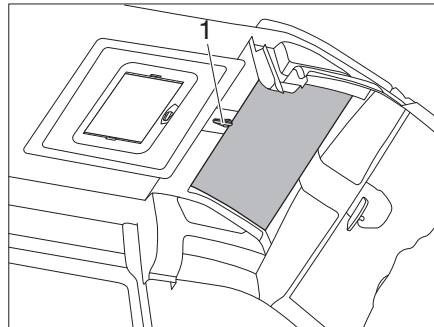

Bild 75 SkyRoof®
- Avaa salpa ja kierrä kampea (Bild 75,1) puoli kierrosta auki.